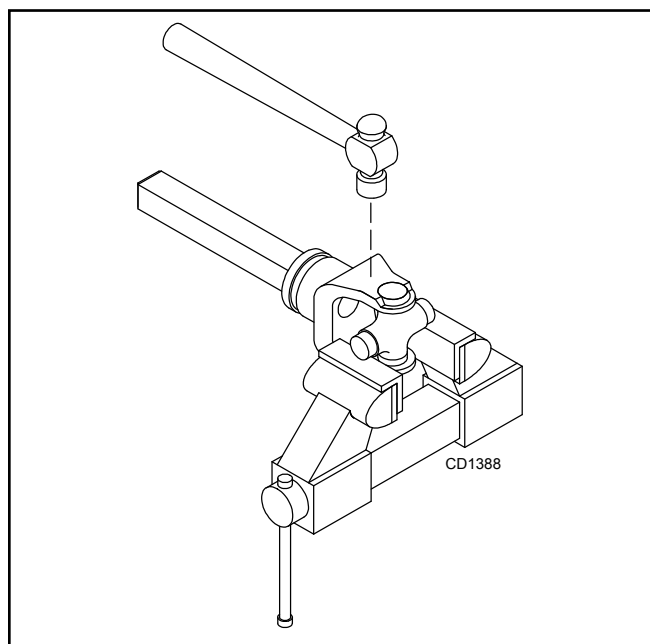

Figure 20.
4. Placez la croix universelle dans l'étau comme indiqué dans la figure 20 et tapez sur la fourche pour retirer la coupelle. Répétez l'étape 3 pour le retrait final. Faites sortir le reste de la coupelle à l'aide d'un tournevis et d'un marteau.
3. Pour placer les coupelles, placez une tige ou une douille (légèrement plus petite que la coupelle) sur la coupelle et frappez-la avec un marteau. Voir la Figure 20. Installez la bague-élastique et répétez l'opération sur la coupelle opposée.